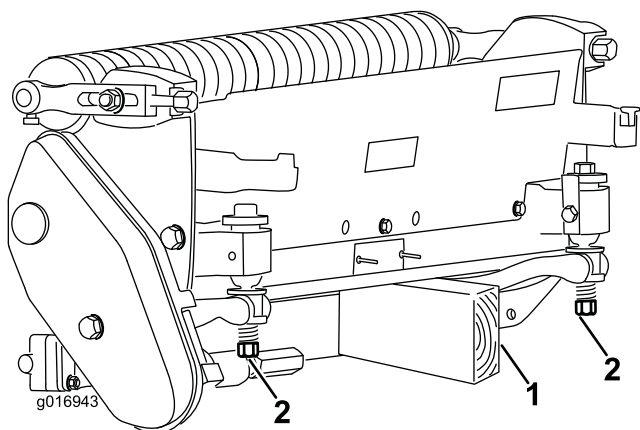

图3
当必须翻转滚刀组露出底刀/滚刀时应支撑住滚刀组的后部确保底刀架调节螺丝后端的螺母不会接触工作表面 图3。
**重要事项** 确保底刀架调整螺丝后端的螺母不接触工作表面 图3。
**重要事项** 当必须翻转滚刀组露出底刀/滚刀时应支撑住滚刀组的后部确保底刀架调整螺丝后端的螺母不会接触工作表面 (图3)。